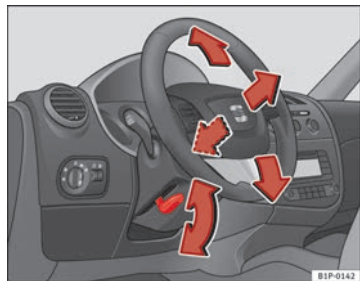

Fig. 114 Ajuste de la posición del volante
- Tire hacia abajo de la palanca ⇒ fig. 114 situada debajo de la columna de dirección ⇒ ⚠.